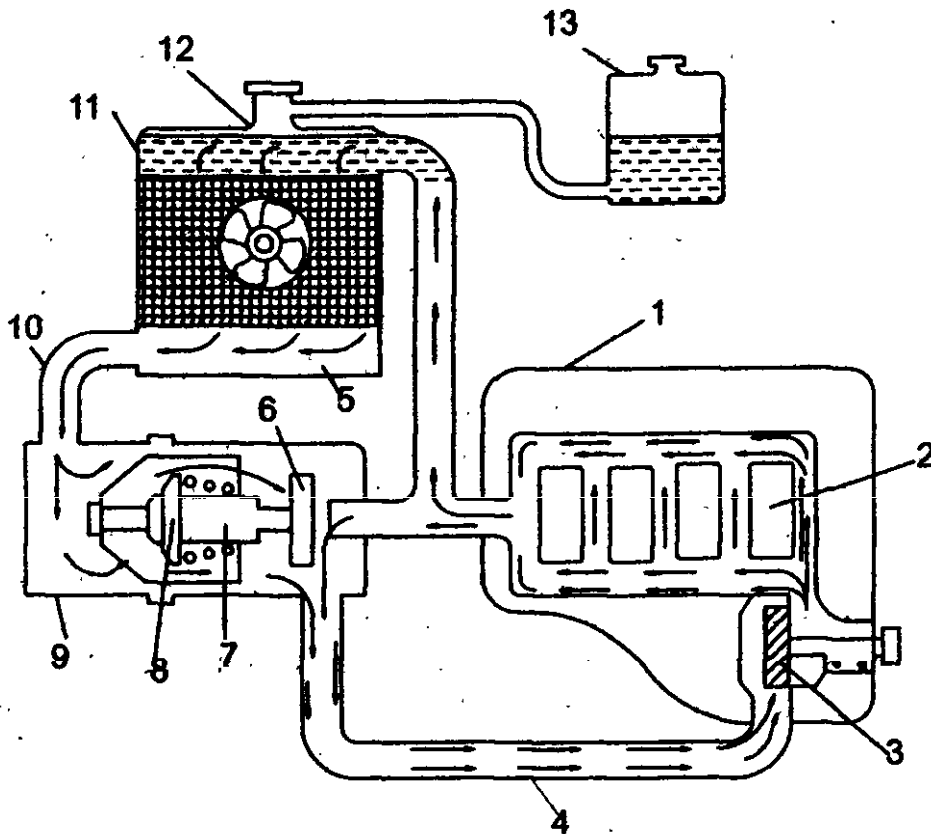

Рис. 70. Принципиальная схема жидкостной системы охлаждения двигателя:
*Жидкостная система охлаждения* двигателя состоит из радиатора, насоса, охлаждающего средства, термостата и вентилятора. Кроме этого, к ней относятся рубашка охлаждения блока и головки цилиндров, водяной насос, датчики температуры охлаждающей жидкости, водораспределительная труба, патрубки и шланги с деталями крепления, сливные краны, предпусковой подогреватель, отопитель кабины водителя или салона, расширительный бачок (рис. 70).